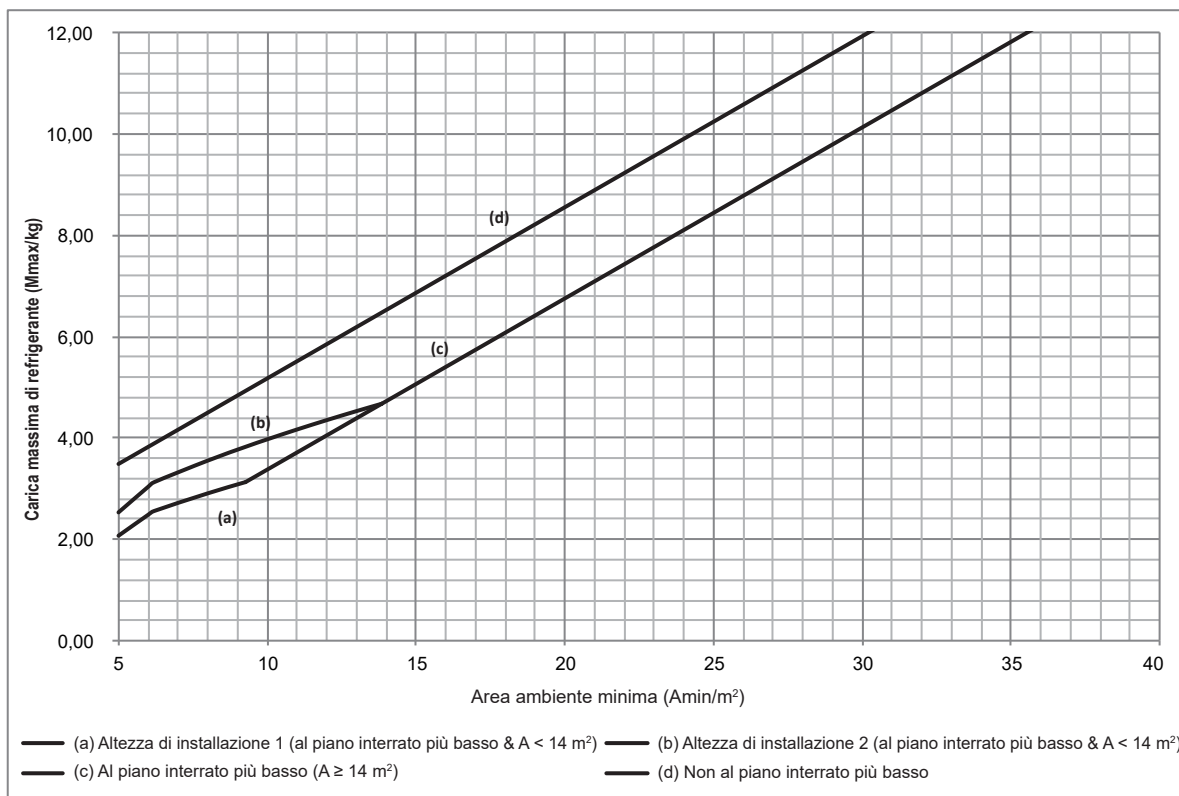
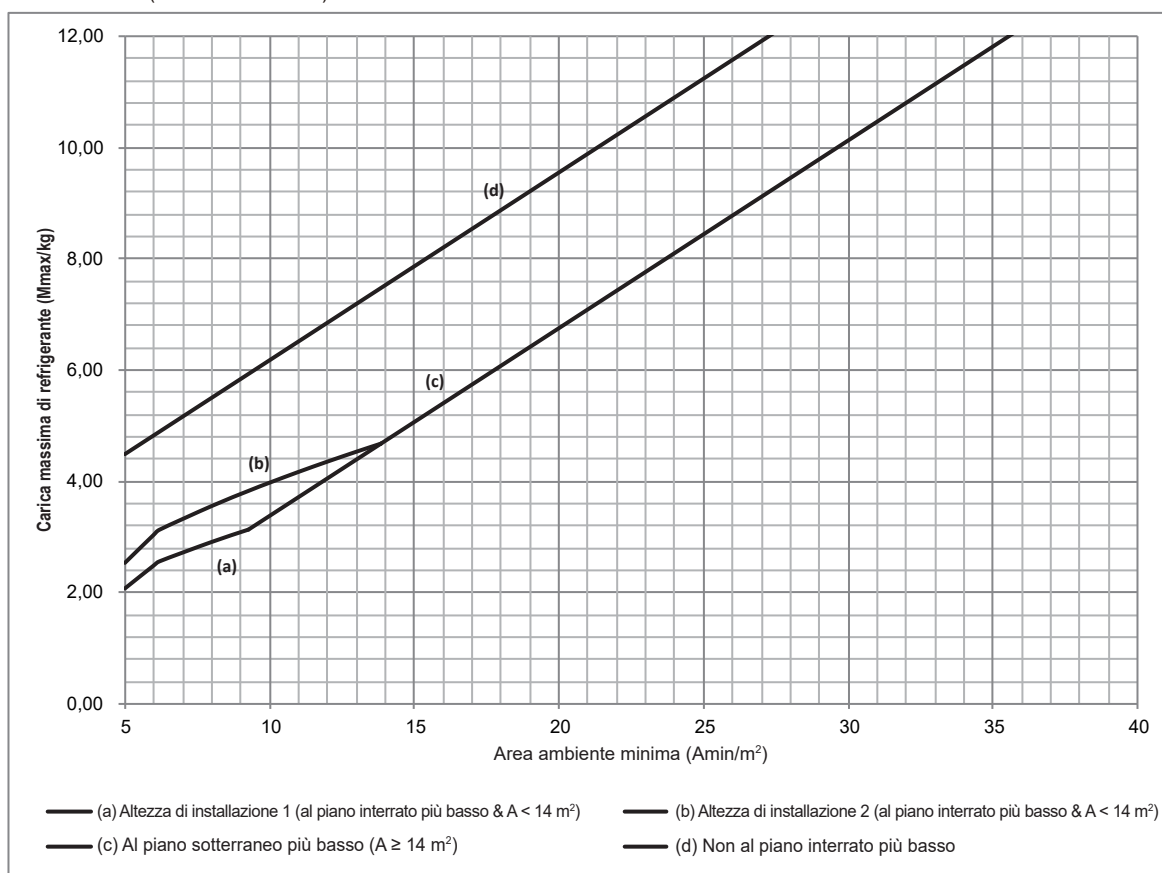

Figura 1-4
Figura 1-5
Se il sistema è dotato di un dispositivo di intercettazione del refrigerante di fabbrica sulla tubazione principale dell'unità esterna e di un dispositivo di allarme collegato all'unità interna, è possibile seguire ulteriori regole relative alla carica di refrigerante e alla zona del locale. La Figura 1-4 e la Tabella 1-4 sono adatte per 8-10 kW e la Figura 1-5 e la Tabella 1-5 sono adatte per 12-18 kW.
- Se il sistema rientra nel caso (d) della Figura 1-4 e della Tabella 1-4 o della Figura 1-5 e della Tabella 1-5, la superficie minima del locale per un'unità esterna da 8-10 kW non deve essere inferiore a 7 m2 e la superficie minima del locale per un'unità esterna da 12-18 kW non deve essere inferiore a 10 m2.